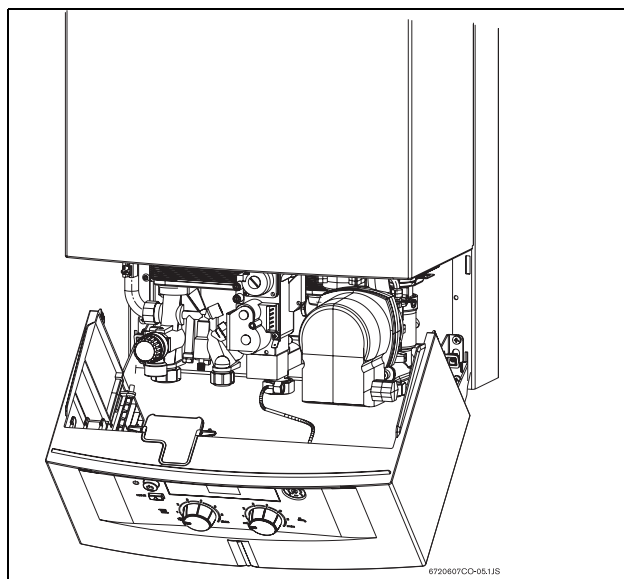

Fig. 29 Posición de servicio para el ajuste del gas
- ▶ Colocar el panel de mandos en la posición de servicio (ver Fig. 29).